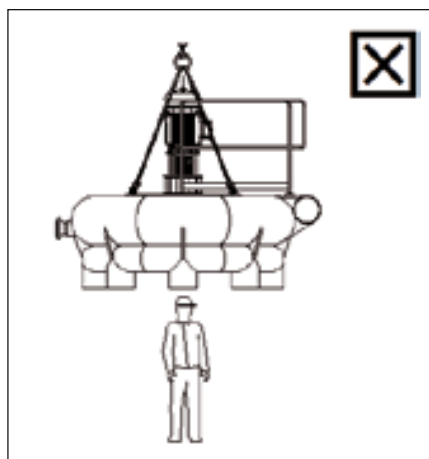

Figura 6
- No se debe circular por debajo del equipo cuando está levantado (figura 6).